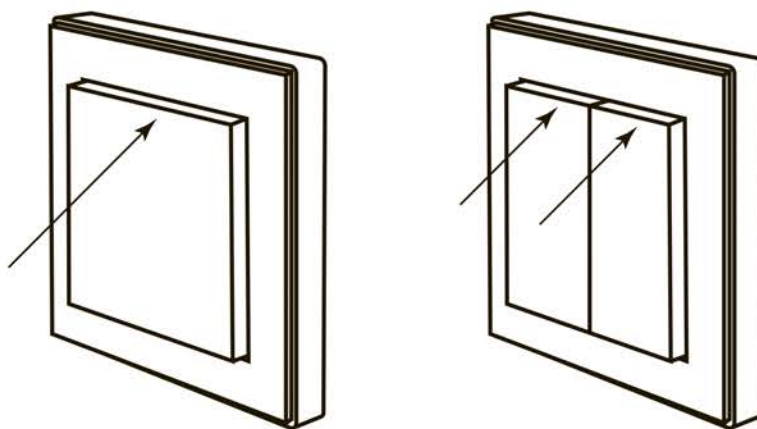

Рисунок 6. Подключение радиовыключателей РВ1, РВ2 к приемнику М1
радиовыключателей) из линейки «Уютный дом» - рисунок 6.
- Для подключения радиовыключателя РВ1 к приемнику необходимо нажать в этот промежуток времени на кнопку «включение» (верхняя часть клавиши радиовыключателя) (рисунок 6).
- Для подключения РВ2 необходимо нажать на кнопку «включение» того канала, к которому необходимо подключить приемник (рисунок 6).